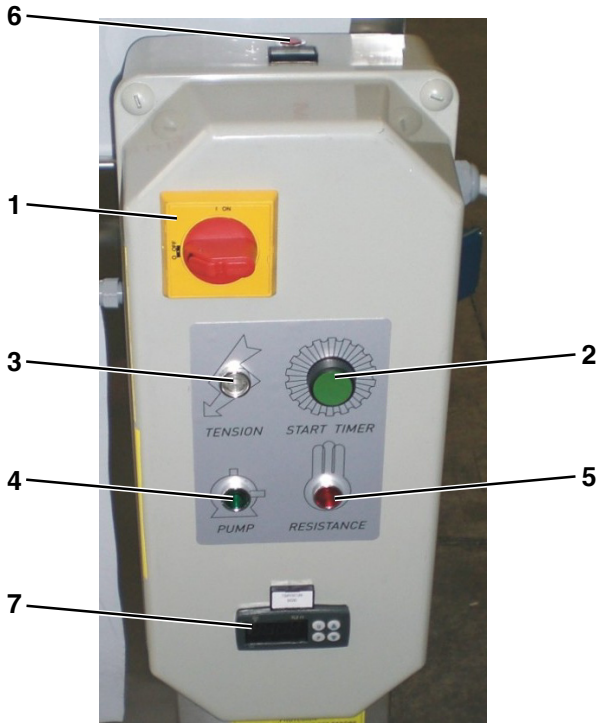

Fig. 23
- staccare l'alimentazione elettrica portando a "0" l'interruttore generale **1 (Fig. 23)** (possibilmente anche l'interruttore a monte);
- position the main switch **1 (Fig. 23)** to "0" to disconnect the machine. Also position the upstream switch to "0", if possible;
- set the thermostat **2 (Fig. 23)** for detergent temperature to zero
- die elektrische Versorgung abschalten, dies indem man den Hauptschalter **1 (Abb. 23)** (und wenn möglich auch den vorgeschalteten Schalter) auf „0“ dreht;
- couper l'alimentation électrique en positionnant l'interrupteur général **1 (Fig. 23)** (et si possible l'interrupteur en amont aussi) sur «0» ;
- desconectar la alimentación eléctrica, colocando el interruptor general **1 (Fig. 23)** en la posición "0" (si fuera posible también el interruptor anterior);
- portare a zero il termostato **2 (Fig. 23)** per la temperatura del liquido detergente.
- den Temperaturregler **2 (Abb. 23)** der Waschmitteltemperatur auf null stellen.
- porter le thermostat **2 (Fig. 23)** de température du liquide détergent à zéro:
- poner en cero el termóstato **2 (Fig. 23)** de la temperatura del líquido detergente.